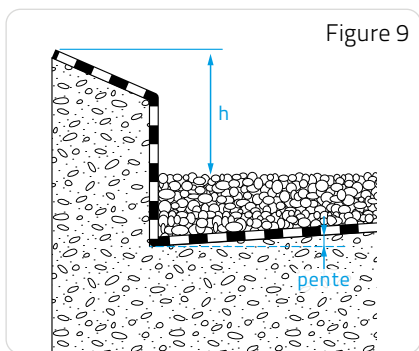

Figure 9
□ Reliefs entièrement revêtus d'étanchéité (Figure 9).